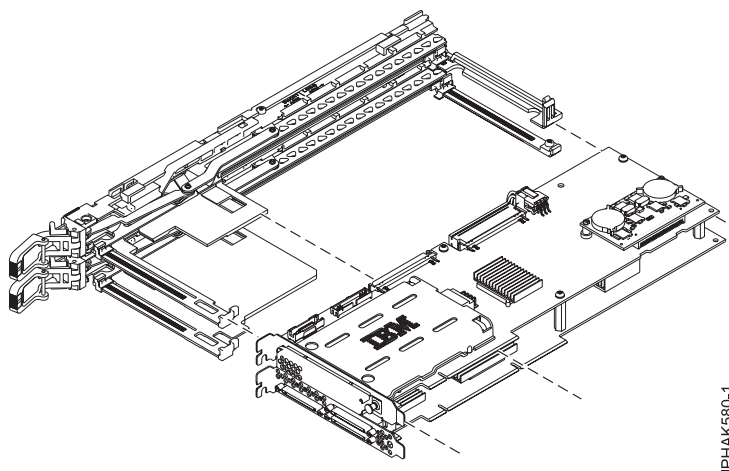

Figure 73. Retrait de la carte double largeur du bloc-cassette
12. Retirez la carte double largeur du bloc-cassette et placez-la avec précaution sur une surface antistatique. Voir figure 73.